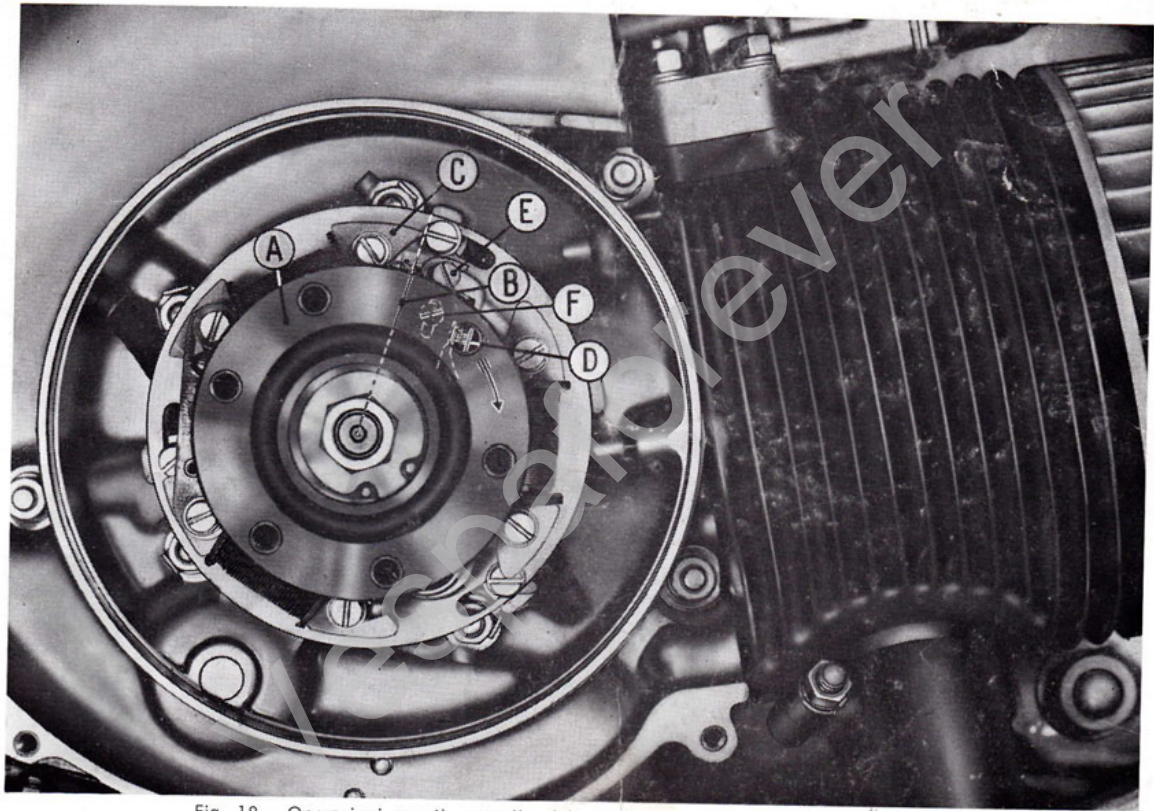

Fig. 18 - Operazioni per il controllo della « fasatura magnetica » del volano.
- 3) - Pulire le puntine platinato del ruttore (fig. 18) e - in caso di irregolarità all'accensione del motore o comunque di diminuzione delle prestazioni - controllare la fasatura del volano (pagg. 24 e 26).